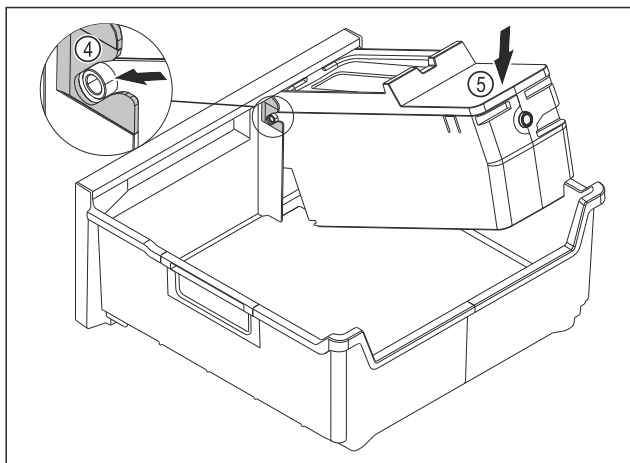

Fig. 176
- ▶ Встановіть корпус EasyTwist-Ice: Вставте осі корпусу EasyTwist-Ice в напрямні Fig. 176 (4).
- ▶ Натисніть на корпус EasyTwist-Ice Fig. 176 (5) ззаду вниз.